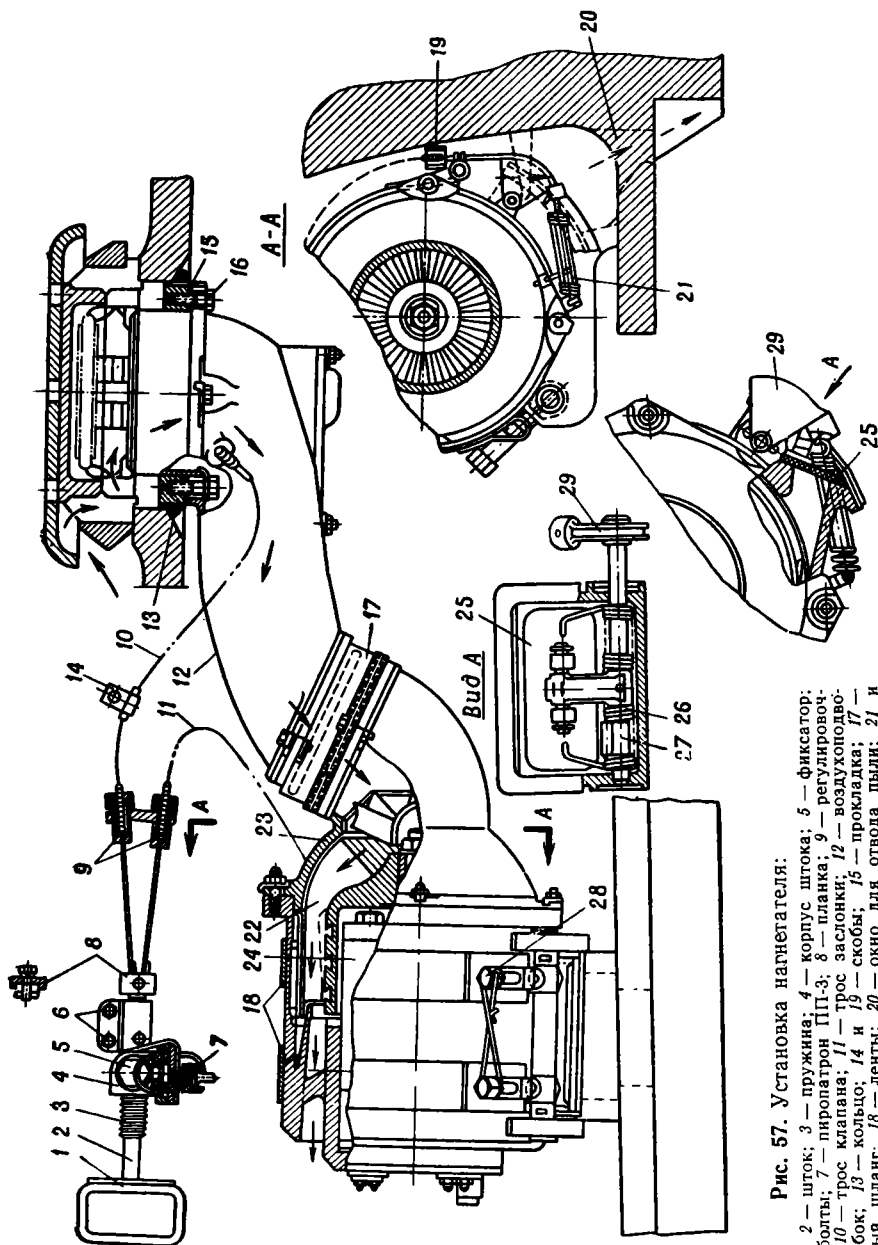

Рис. 57. Установка нагнетателя:
1. Вывернуть болт планки 8 (рис. 57) крепления тросов, отсоединить трос 11 от штока 2 и снять оплетку троса.
б) между торцом оплетки троса 11 (рис. 57) и регулировочной втулкой 9 должен быть зазор 1—2 мм. Регулировать зазор путем ввертывания или вывертывания регулировочной втулки 9.
1. Вывернуть болт крепления планки 8 (рис. 57) и отсоединить трос 10 от штока 2. Снять стяжные хомуты крепления соединительного шланга 17 и сдвинуть соединительный шланг к нагнетателю. Расшплинтовать и отвернуть накидную гайку левого штепсельного разъема 3 (рис. 17), отсоединить кабель от ЭМУ-12ПМ и отвести его в сторону. Вывернуть болты и снять крышку люка воздухоподводящего патрубка.
2. Вывернуть болт скобы 14 (рис. 57) крепления оплетки троса 10 и снять оплетку. Отстопорить и вывернуть болты 16 крепления воздухоподводящего патрубка 12, снять патрубок в сборе с механизмом закрывания и прокладку 15.
Между торцом оплетки троса 10 (рис. 57) и регулировочной втулкой 9 должен быть зазор 1—2 мм. Регулировать зазор путем ввертывания или вывертывания регулировочной втулки 9. Ход тарельчатого клапана 9 (рис. 58) должен быть 37—43 мм.
4. Установить прокладку *15* (рис. 57), патрубок *12* в сборе с механизмом закрывания и закрепить болтами *16*. Болты застопорить. Установить оплетку, пропустить через оплетку трос *10* и закрепить оплетку скобой *14*, подложив под головку болта пружинную шайбу (см. технические условия).
5. Установить крышку люка воздухоподводящего патрубка и закрепить болтами с пружинными шайбами. Надвинуть на воздухоподводящий патрубок *12* соединительный шланг *17* и закрепить его стяжными хомутами. Присоединить к ЭМУ-12ПМ кабель и закрепить штепсельный разъем *3* (рис. 17) накидной гайкой. Накидную гайку зашплинтовать. Присоединить трос *10* (рис. 57) к штоку *2* и закрепить планкой *8*, подложив под головку болта пружинную шайбу.